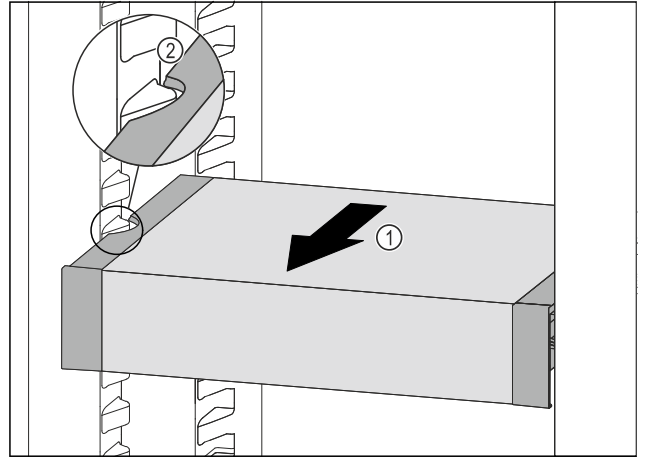

Fig. 142
- ▶ Tire del VarioSafe hacia delante Fig. 142 (1) hasta que los huecos laterales del VarioSafe se encuentren a la altura de la nervadura del recipiente en el compartimento del frigorífico. Fig. 142 (2)